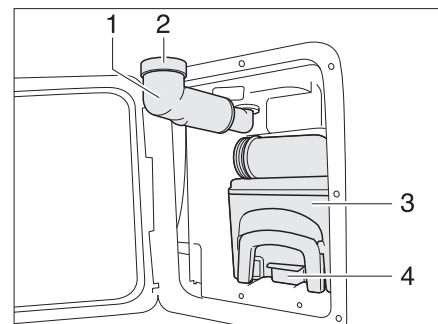

Bild 154 Thetford-Kassette
- Frischwasser-Einfüllstutzen (Bild 154,1) nach außen schwenken.
- Schraubkappe (Bild 154,2) abnehmen.